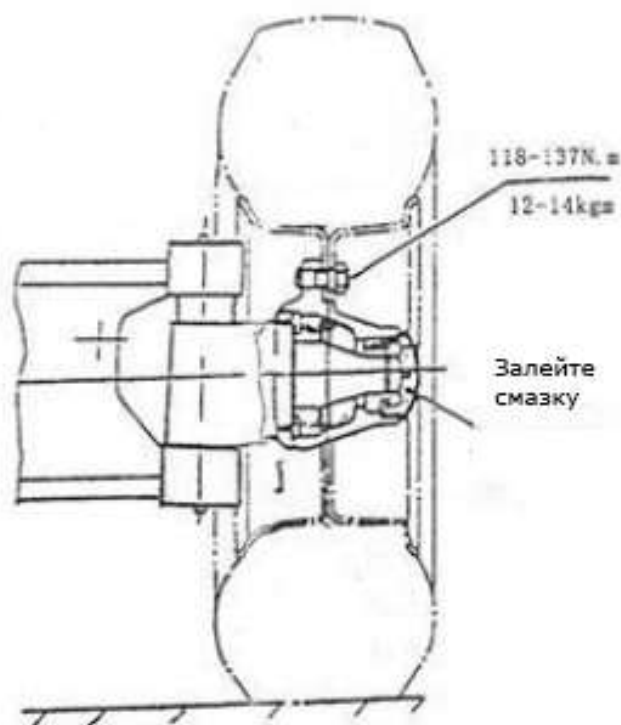

Рис.3-34 Регулировка предварительной нагрузки
(1) Как показано на рис.3-34, на ступицу, внутренний и наружный подшипники и полость крышки ступицы для смазки также следует нанести часть уплотнительной кромки ;
(2) Наружное кольцо подшипника закреплено на ступице, ступица прикреплена к секции рулевого вала ;
(3) Плоская прокладка и затяните гайку с прорезями, крутящий момент составляет 206-235 Нм (21-24 кг/м), отогните канавку назад, затем затяните гайку, крутящий момент 9,8 Н·м (1 кг/м);
(4) Осторожно постучите деревянным молотком по ступице, поверните ступицу на 3-4 круга, чтобы убедиться в отсутствии незакрепленных колес;
(5) Затяните гайку с прорезями, отверстие выровняйте желобок на кулаке;
(6) Затем деревянным молотком постукивают по колесам, поворачивают вручную колеса 3-4 раза, чтобы обеспечить плавное вращение, и измеряют крутящий момент ступицы, его значение 2,94-7,8Н·м (0,3-0,8 кгм);
(7) Когда крутящий момент превысит заданное значение, поверните на 1/6 оборота, затем измерьте крутящий момент ;
(8) Когда он достигнет заданного момента вращения, с помощью штифтовой контргайки прорезается отверстие.